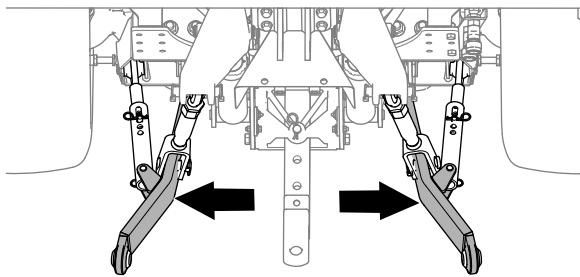

図 26
4. スタビライザーアーム 図 26を外側一杯に出す牽引車両のオペレーターズマニュアルを参照。